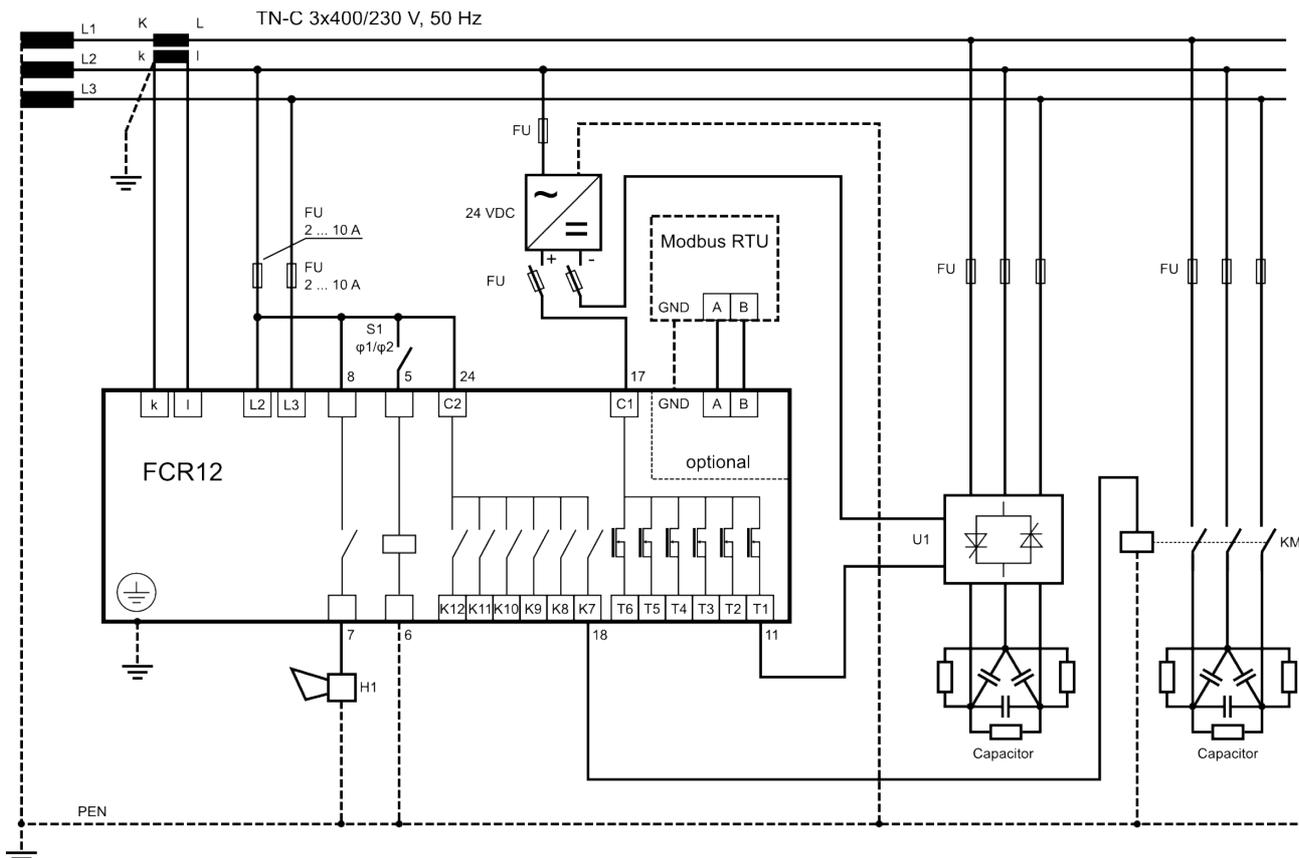

Рисунок 6: Подключение контроллера FCR12 с контакторными и тиристорными ступенями и стандартным напряжением питания ~400 В
1. Подключить регулятор согласно рис. 6.